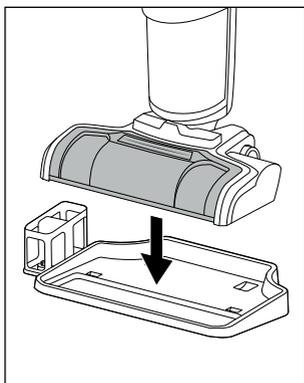

Fig. 31
- ◆ Posez l'appareil éteint sur le socle **4** de la station d'accueil et de nettoyage (voir fig. 31).